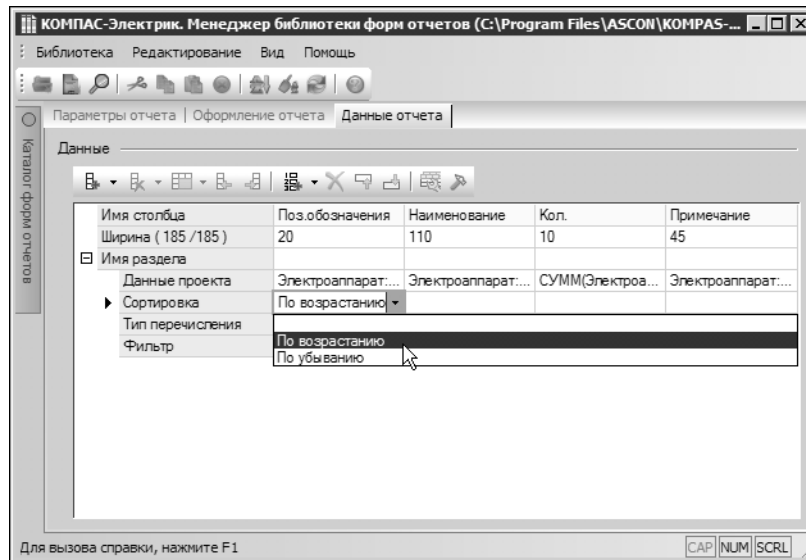

Рис. 14.22. Выбор сортировки
16. Чтобы строки в отчете были отсортированы по позиционному обозначению электроаппаратов, щелкните в ячейке *Поз. обозначение* строки **Сортировка**, нажмите кнопку с треугольником в правом углу ячейки. Выберите вариант сортировки — *По возрастанию* (рис.14.22).